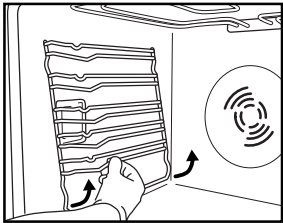

Abb. 3
1. Entfernen Sie die seitlichen Einhängegitter (Abb. 3)
2. Falls mitgeliefert, entfernen Sie die seitlichen Einhängegitter (Abb. 3).